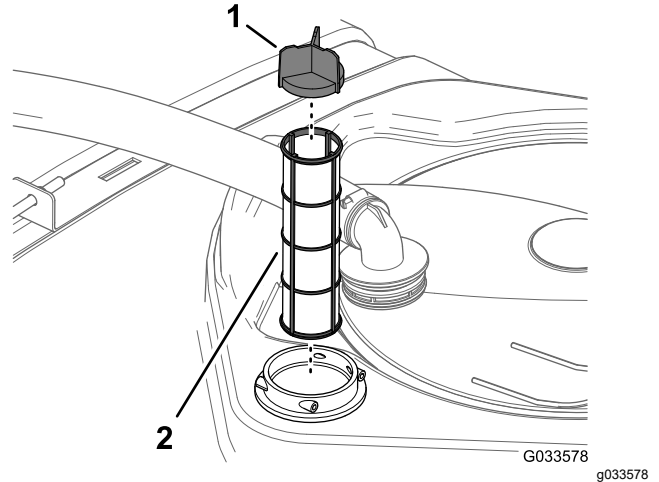

Figura 101
4. Retire el filtro de aspiración usado del alojamiento del filtro del depósito (Figura 101).